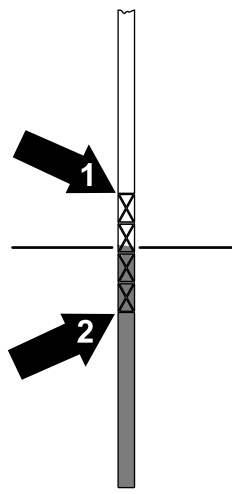

図 55
5. ディップスティックのキャップを取り外し、液面を確認する(図 55)。
6. 液面がレベルゲージの適切な下限マークを下回っている場合は、指定された作動油をタンクに追加する。ディップスティックのキャップをタンクに挿入し、液面がディップスティックの上下のマーク (図 55) の間に現れるまでステップ 3 から 5 までを繰り返す。